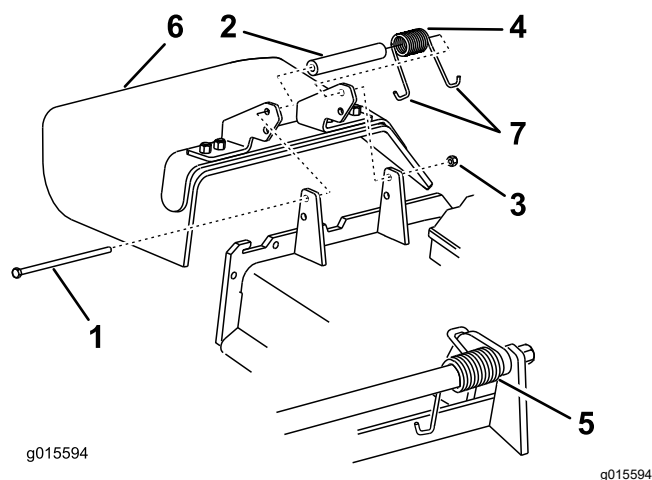

Figura 91
1. Îndepărtați contrapiulia, urubul, arcul și distanțierul care fixează deflectorul pe suporturile pivotante (Figura 91).
2. Îndepărtați deflectorul pentru iarbă deteriorat sau uzat (Figura 91).
Notă: Asigurați-vă că ai montat capătul în formă de J în spatele marginii punii, înainte de a monta urubul conform Figura 91.
6. Amplasati capătul în formă de J al arcului în jurul deflectorului pentru iarbă (Figura 91).